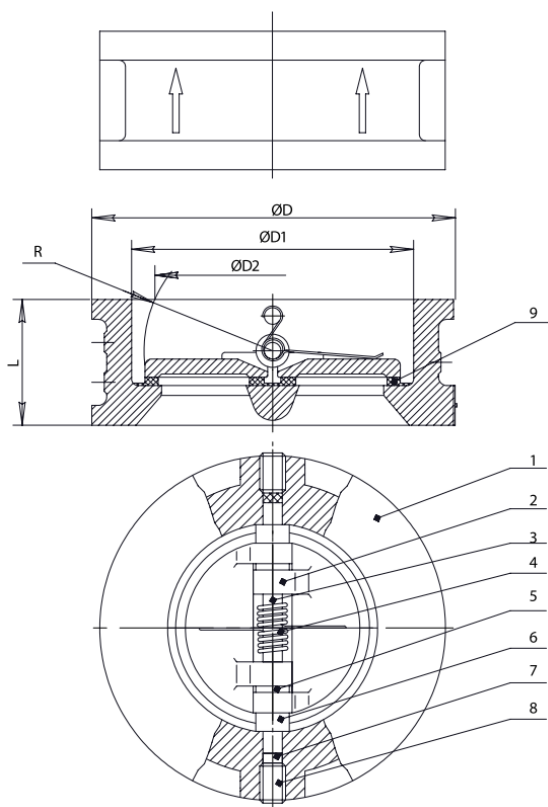

Рис. 1
1.3.1. Основные элементы конструкции клапана приведены в табл. 1, на рис.1.
1.3.2. Под действием прямого потока рабочей среды створки диска (2) перемещаются по оси штока (3) и открывают клапан.
При отсутствии прямого потока рабочей среды под действием пружины (4) и собственного веса створки диска (2) перекрывает движение обратного потока среды (рис. 1).